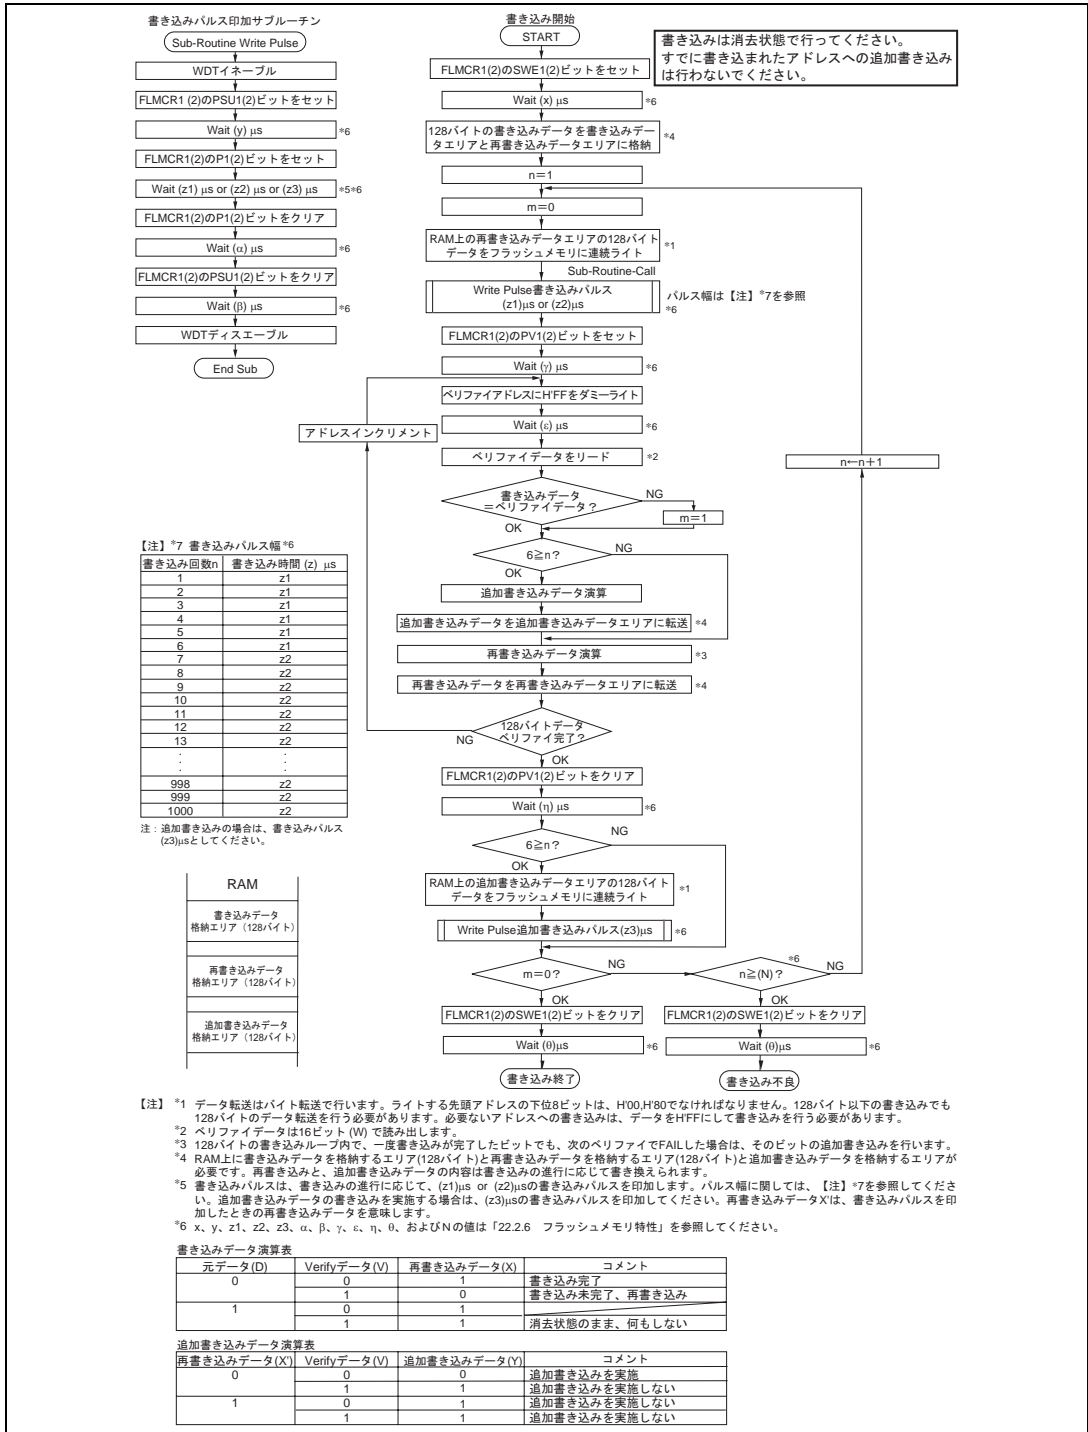

図 19.71 プログラム/プログラムペリファイフロー
フラッシュメモリへのデータ / プログラムの書き込みを行う場合は、図 19.71 に示すプログラム / プログラムベリファイフローチャートに従って行ってください。このフローチャートに沿って書き込み動作を行えば、デバイスへの電圧ストレスやプログラムデータの信頼性を損なうことなく、フラッシュメモリへデータ / プログラムの書き込みを行うことができます。また、1 回の書き込みは、128 バイト単位で行ってください。
一定の書き込み時間経過後、書き込みモードを解除（FLMCRn の Pn ビットを 0 にクリア後、(α) μ s 以上の時間が経過してから PSUn ビットを 0 にクリア）します。ウォッチドッグタイマを (β) μ s 以上の時間が経過してから解除し、FLMCRn の PVn ビットをセットすることで、動作モードはプログラムベリファイモードへ遷移します。プログラムベリファイモードでは、読み出す前に読み出すアドレスにデータ H'FF をダミーライトしてください。ダミーライトは(γ) μ s 以上の時間が経過してから行ってください。この状態でフラッシュメモリを読み出す（ベリファイデータは 16 ビットで読み出す）とラッチしたアドレスのデータが読み出されます。このリード動作は、ダミーライト後、(ε) μ s 以上置いてから行ってください。次に書き込みデータとベリファイデータを比較し、再書き込みデータを演算（図 19.71 参照）し、再書き込みデータを再書き込みデータエリアに転送します。128 バイト分のデータのベリファイが完了後、プログラムベリファイモードを解除し、(η) μ s 以上の待機時間を置いて、FLMCRn の SWEn ビットを 0 にクリアし、(θ) μ s 以上待機時間を置いてください。再度書き込みが必要な場合は、再度プログラムモードに設定し、同様にプログラム/プログラムベリファイシーケンスを繰り返してください。ただし、同一ビットに対するプログラム/プログラムベリファイシーケンスの繰り返しは、(N) 回を超えないようにしてください。